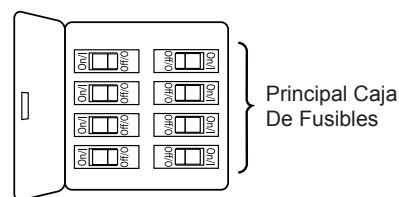

Figura 1
### Uso de perfil bajo (Figura 1)
1. Extraiga la pieza de la bola colgante de la unidad de la bola colgante / varilla aflojando el tornillo de presión de la bola colgante hasta que la bola se libere de la varilla. Retire el pasador del barral y luego extraiga la semiesfera. Conserve el pasador y la semiesfera para su reinstalación en el Paso 6. (Figura 1)
Para evitar una posible descarga eléctrica, asegúrese de cortar la alimentación eléctrica de la caja de fusibles principal antes de colgar el ventilador. (Figura 1)
- 1. Para configurar el código de unidad del receptor. Deslice los interruptores de código a las mismas posiciones que en el transmisor. (Figura 1)
1. Instale la cubierta rotando la ranura clave en la cubierta sobre el tornillo de hombro del soporte del gancho, teniendo cuidado de no pillar los cables. Fije el tornillo de hombro. Instale adecuadamente y fije el segundo tornillo de hombro que fue anteriormente guardado. (Figura 1)
1. **IMPORTANTE:** El uso de un regulador de la intensidad completa (no incluido) para controlar la velocidad del ventilador dañará el dispositivo. Para reducir el riesgo de incendio o descarga eléctrica, no utilice dicho regulador para controlar la velocidad del ventilador. (Figura 1)